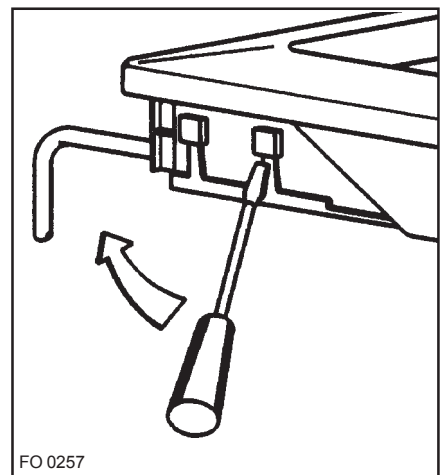

Рис. 2
2. слегка надавите и поднимите (Рис. 2)